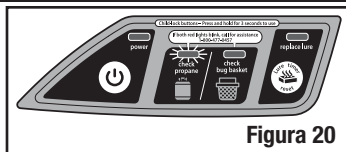

Figura 20
2. Recargue el tanque de propano cada 21 días o según sea necesario. La luz indicadora de REVISE PROPANO (🔥) se encenderá en ROJO cuando el propano necesite ser recargado. (Figura 20). Asegúrese que el botón de ENCENDIDO (⏻) esté apagado y la unidad desconectada antes de cambiar los tanques de propano.